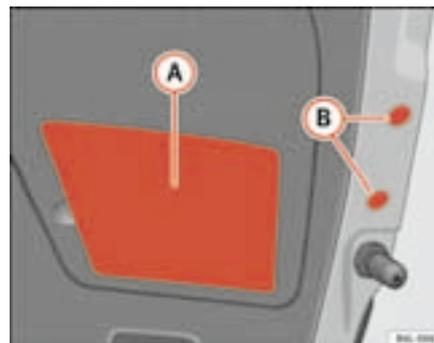

Fig. 156 Luz trasera en el portón
- Retire la cubierta de plástico **(A)** ⇒ página 232, fig. 156 y los tapones de plástico **(B)** ⇒ página 232, fig. 156 haciendo palanca cuidadosamente con la parte plana del destornillador, teniendo cuidado de no rayar la pintura.